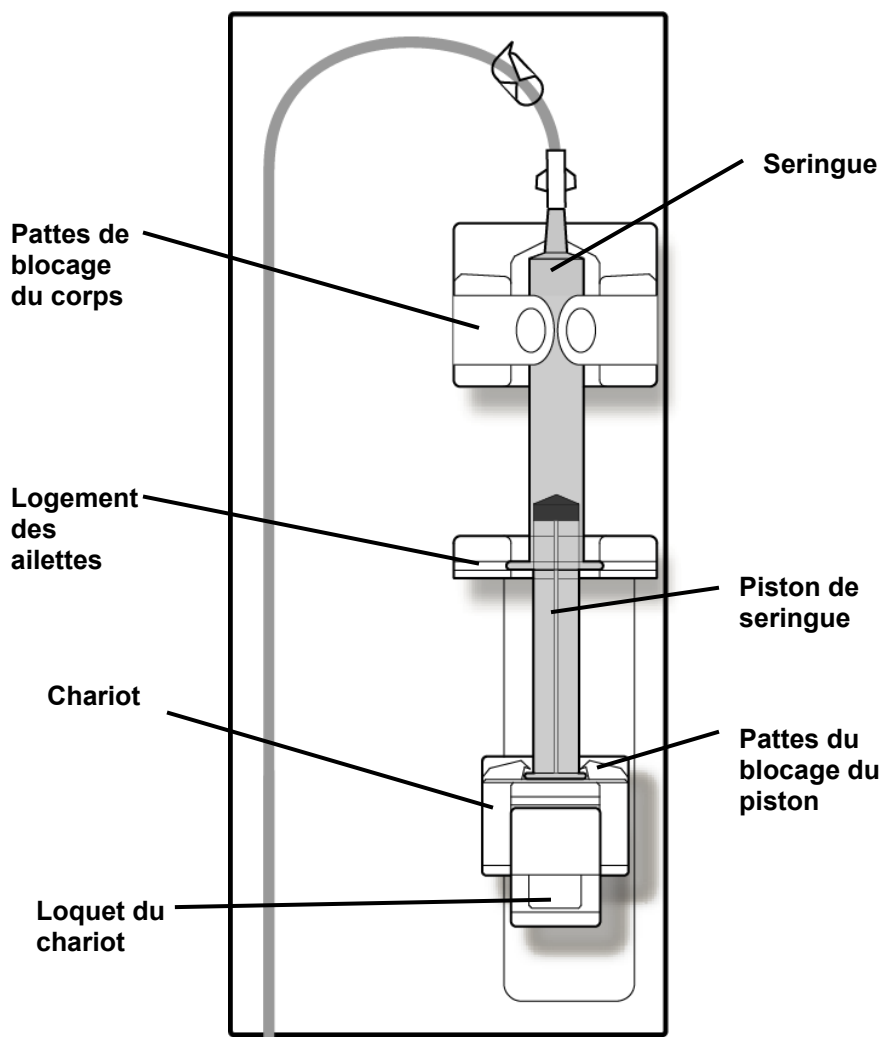

Figure 52 – Module Pousse-héparine 2008T avec la seringue chargée et branchée
6. Écartez une des pattes de blocage du corps de seringue et enfoncez le corps de seringue en place. Insérez les ailettes de la seringue dans la fente du module prévue à cet effet. Une fois le corps de seringue en place, relâchez la patte de blocage (Reportez-vous à la Figure 52).